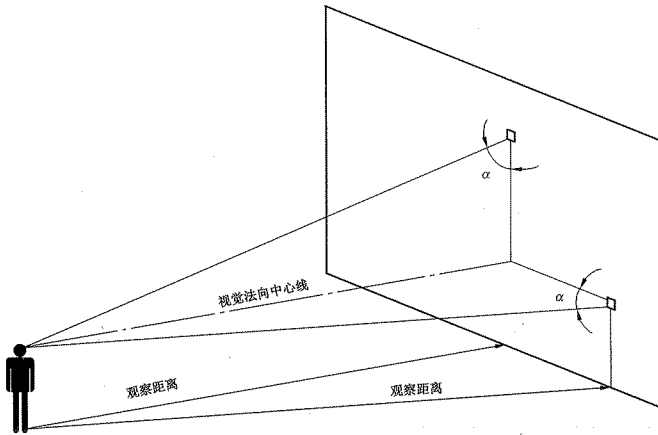

图 8 标志牌平面与视线夹角  $\alpha$  不低于  $75^\circ$
9.3 标志牌的平面与视线夹角应接近 90°,观察者位于最大观察距离时,最小夹角不低于 75°,如图 8。